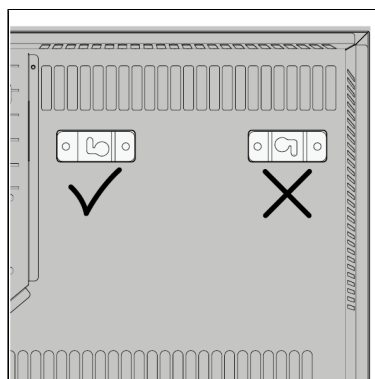

Figure 61.
11. Avant d'installer les supports sur l'Alutherm Sani Verre Wi-Fi, vérifiez bien l'orientation (Figure 61).